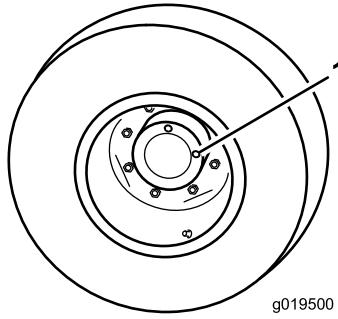

図 72
- 水平な床面で、点検プラグの1つが時計の12時を指し、もうひとつが3時を指すように駐車する図 72。
- 3時の位置にあるプラグを外す図 72。